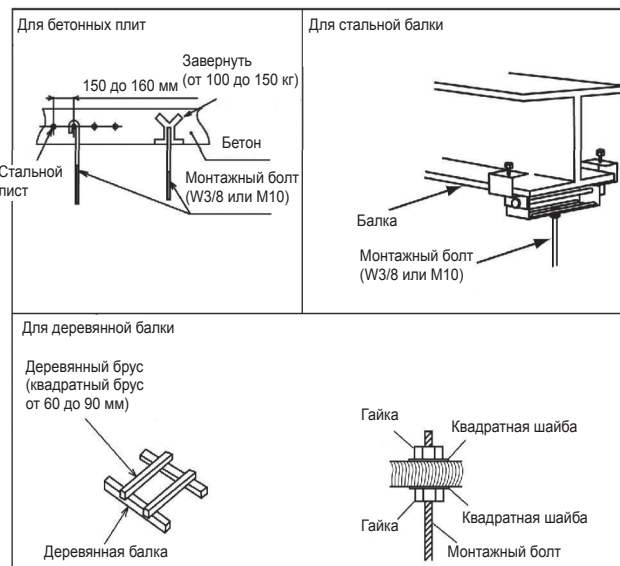

Рисунок 4.3. Установка монтажных болтов
- (1) Выберите подходящее место для монтажа и ориентацию, приняв во внимание расположение трубопроводов, электропроводки и удобство ремонта.
- (2) Расположение монтажных болтов показано на рис. 4.3.